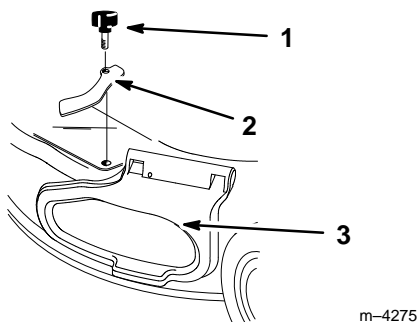

Figure 1
2. Retirer le bouton et la bride de blocage du couvercle d'éjection latérale (Fig. 1).